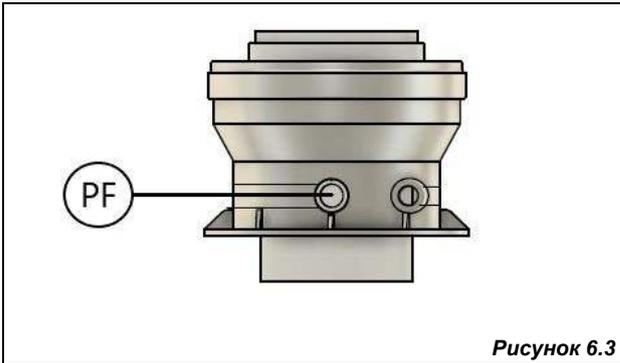

Рисунок 6.3
- Вставьте зонд анализатора дымовых газов (Рисунок 6.3) в соответствующий штуцер анализа дымовых газов «PF»,